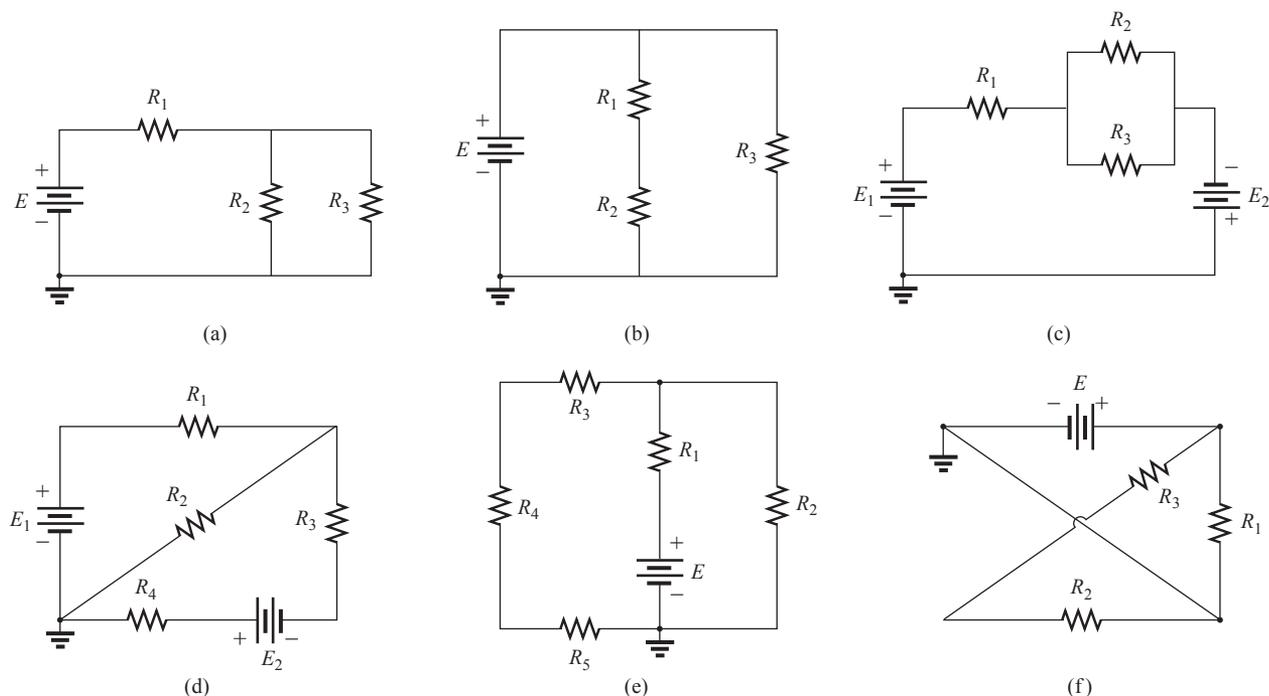

Figura 5.85 Problema 1.
- Para cada configuração na Figura 5.85, descubra os elementos (fontes de tensão e/ou resistores) individuais (não combinações de todos eles) que estão em série. Se necessário, use o fato de que os elementos em série têm a mesma corrente. Simplesmente liste aqueles que não satisfazem as condições para uma relação em série. Aprenderemos mais a respeito de outras combinações mais tarde.